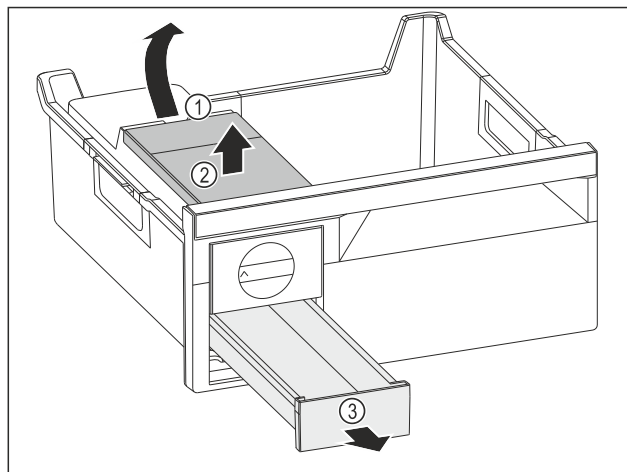

Fig. 135
- ▶ Vyjmutí nádržky na vodu: Zvedněte nádržku na vodu za vybrání Fig. 135 (1).
- ▶ Nádržku na vodu Fig. 135 (2) vyjměte nahoru.
- ▶ Zásuvku na kostky ledu Fig. 135 (3) vyjměte dopředu.